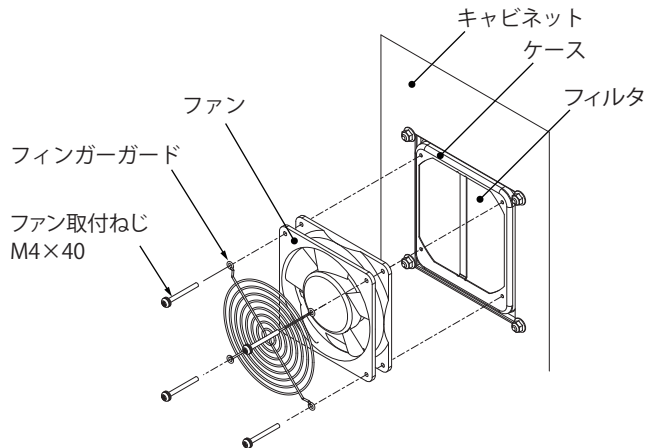

図 2 キャビネット内側交換
1. ファン付の場合、ファン取付ねじ M4×40 を取り外し、ファンとフィンガーガードを取り外してください。(図 2)